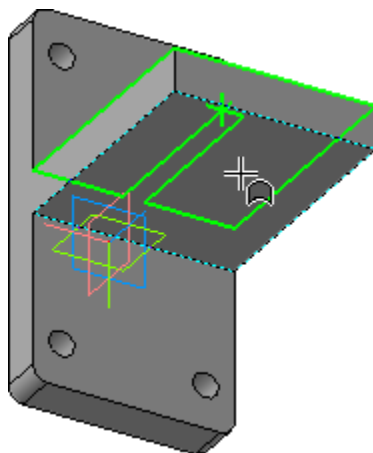

Рисунок 5.
- Поверните модель и укажите обратную грань опорной площадки (рис.5).